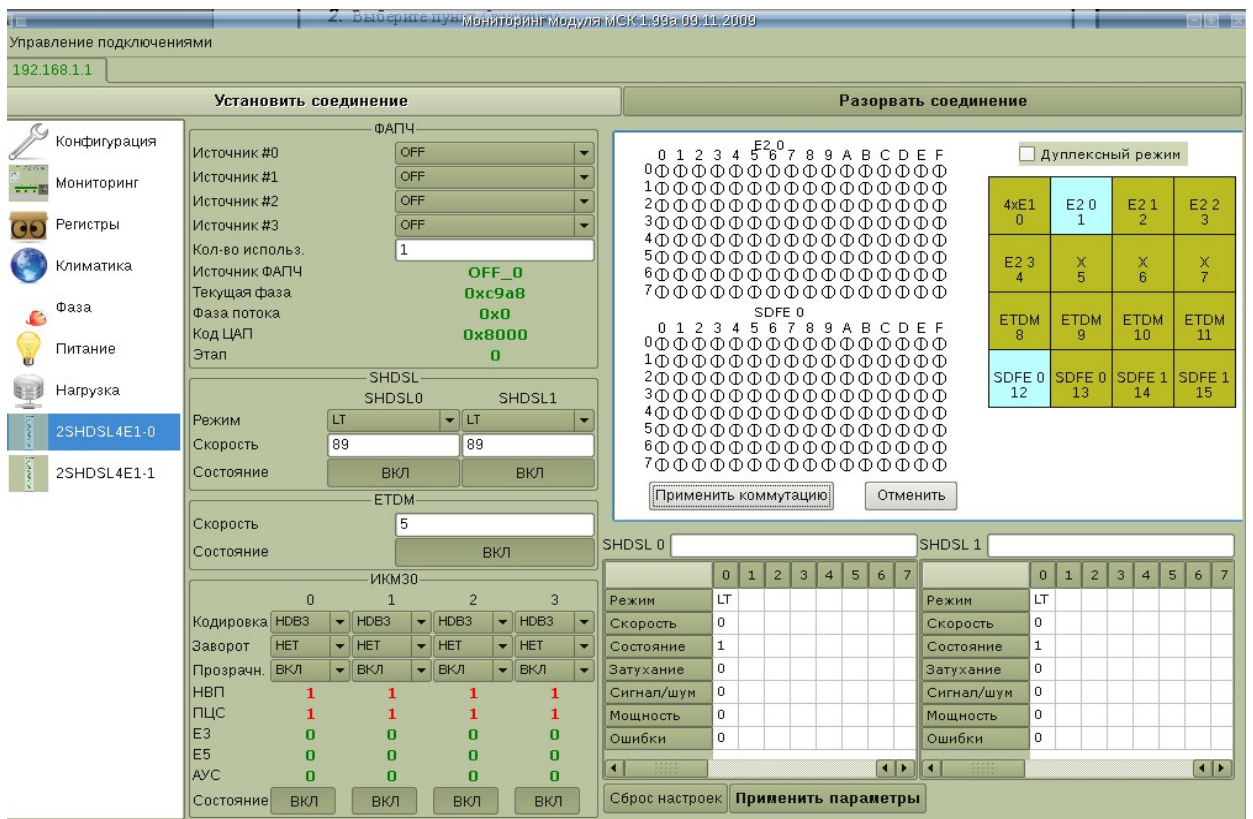

Рисунок 37: Окно 2SHDSL-4E1-Eth
5. Подсветите два элемента коммутации которые вы хотите скоммутировать. Например, нужно скоммутировать нулевой E2 и нулевой SDFE (Рис.37).